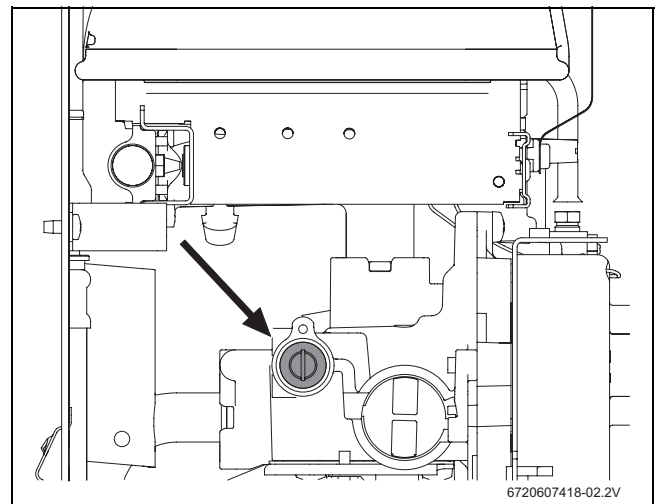

Fig. 14 Parafuso de ajuste de caudal de gás máximo
- ▶ Retirar a selagem do parafuso de ajuste (Fig. 14).
- ▶ Regular a pressão do queimador máximo (→ tabela 9) utilizando o parafuso de ajuste do caudal de gás máximo (Fig. 14).